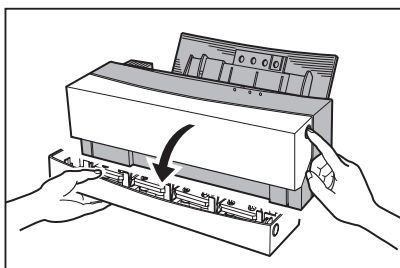

ABBILDUNG 2
2. Öffnen Sie jetzt die vordere Abdeckung indem Sie die Entriegelung drücken (Abb.2).